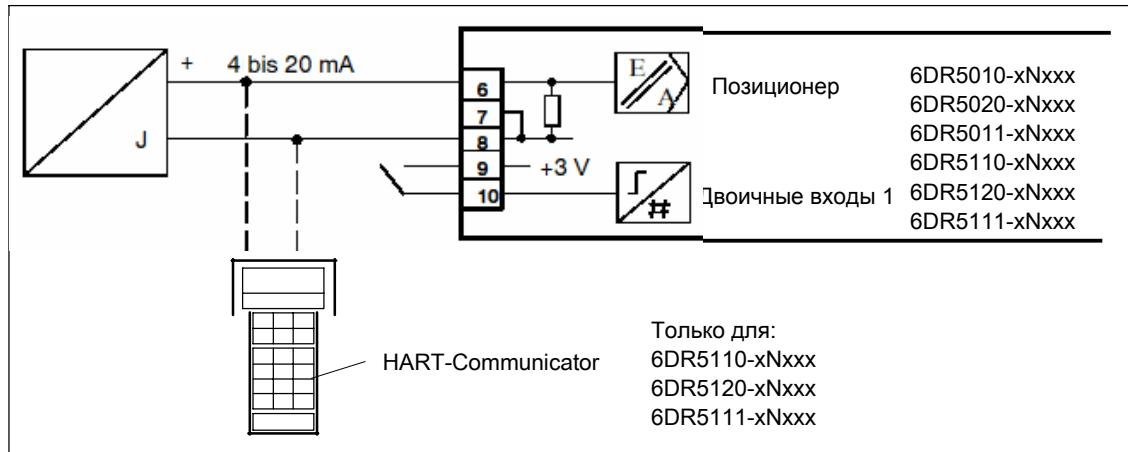
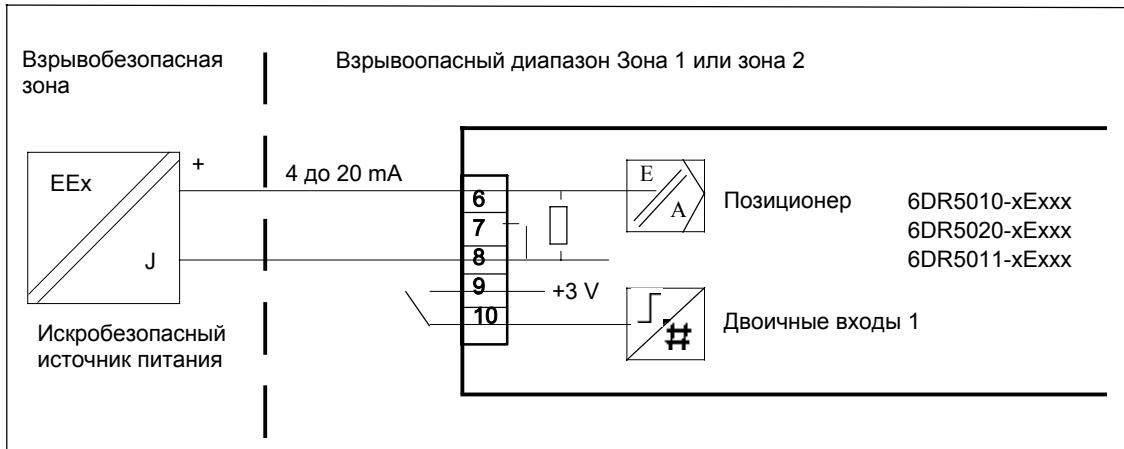

Рис. 3-12 Двухпроводное соединение без Ex
Рис. 3-13 Двухпроводное соединение основного прибора 6DR50xx-xExxx
- Подсоединить подходящий источник тока или напряжения (см. рис. 3-12 стр. 49 и рис. 3-13, стр. 50).
- Теперь позиционер находится в режиме работы "**P-ручной режим**". На верхней строке индикации показывается актуальное напряжение потенциометра (P) в процентах, к примеру: "**P37.5**", а на нижней строке мигает "**NOINI**".